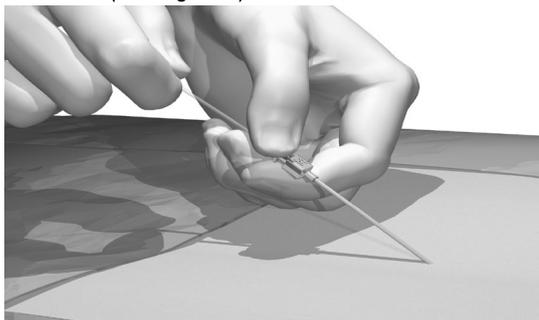

Figure 3. Positionnement de l'aiguille d'insertion
2. Sous contrôle radioscopique, placez l'aiguille d'insertion dans l'espace épidural en orientant le biseau vers le haut selon un angle maximum de 45° (voir Figure 3).